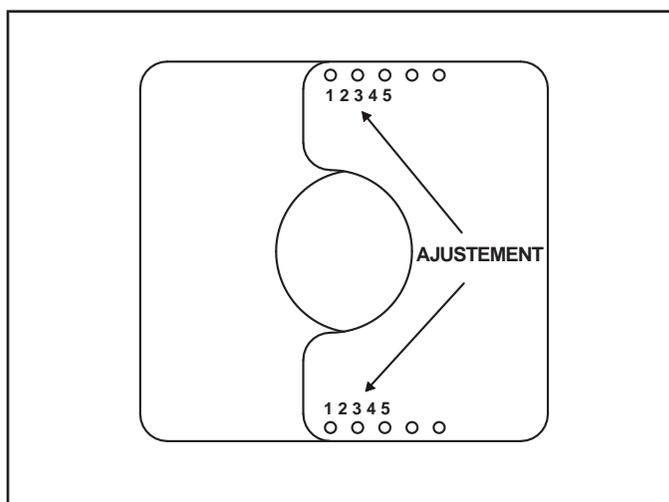

Figure 4.17 Mettre en place le réducteur d'évacuation
3. Le réglage pour les modèles ECHEL36IN-C, ECHEL48IN-C, ECHEL60IN-C et ECHEL72IN-C est de 64 mm (2,5 po), ou 2-2. Alignez les trous marqués « 2 » de la pièce numérotée du réducteur d'évacuation avec le trou de l'autre morceau du réducteur. Voir la figure 4.17. Alignez les pièces du réducteur d'évacuation avec les trous de guidage à l'intérieur de la chambre de la boîte à feu. Utilisez deux vis autotaraudeuses de 1/2 po pour fixer le réducteur de conduit à l'écran thermique de la boîte à feu.
2. Le réglage pour les modèles ECHEL36STIN-C et ECHEL48STIN-C est un ajustement de 64 mm (2,5 po), ou 2-2. Alignez les trous marqués « 2 » de la pièce numérotée du réducteur d'évacuation avec le trou de l'autre morceau du réducteur. Voir la figure 4.17. Centrez le réducteur d'échappement sur le conduit d'évacuation et fixez en place avec deux vis autotaraudeuses de 1/2 po.